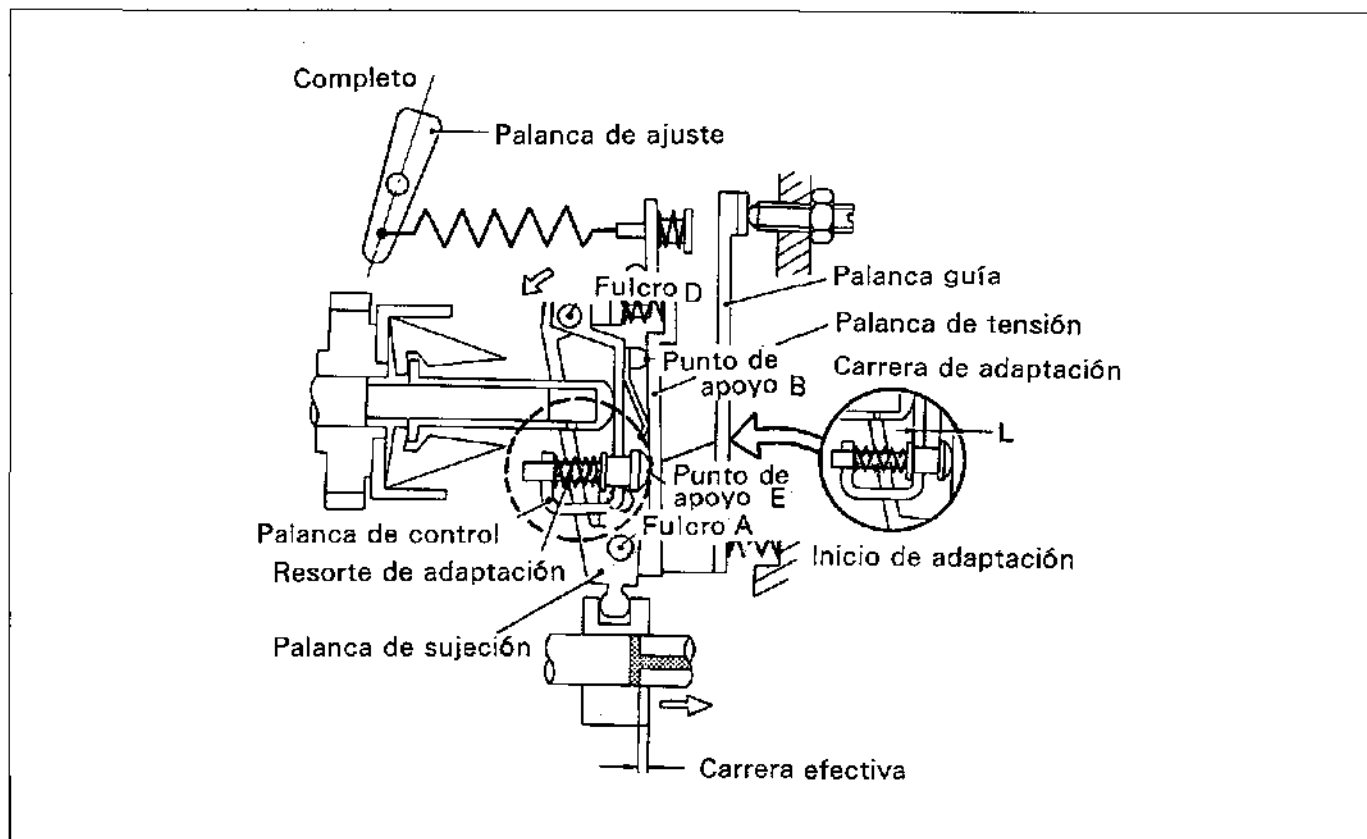

Figura.8-22 Adaptación inversa
Para el regulador con adaptación inversa, la palanca del regulador cambia de la del regulador normal como se muestra en la figura.8-22. La palanca del regulador se compone de una palanca guía, palanca de tensión, palanca de sujeción y palanca de control, y el resorte de adaptación que se usa en la palanca de control. La palanca de tensión y la palanca de sujeción hacen oscilar el fulcro A que está fijado en la palanca guía.
Cuando la velocidad de la bomba aumenta y la fuerza centrífuga del contrapeso sobrepasa la carga previa del resorte de adaptación, el resorte de adaptación interior se comprime primero, luego se comprime el resorte de adaptación exterior, y se mueve la palanca de tensión para la carrera de adaptación inversa. A la vez, puesto que la palanca de control oscila hacia la izquierda en el fulcro B y el fulcro D se mueve en la dirección mostrada por la flecha en la figura.8-22, la palanca de sujeción oscila hacia la izquierda en el punto A haciendo que el anillo de rebose se mueva en la dirección donde la cantidad de combustible aumenta. La cantidad de aumento de combustible se determina mediante la carrera de adaptación (L). (Vea la figura.8-22, carrera "L")